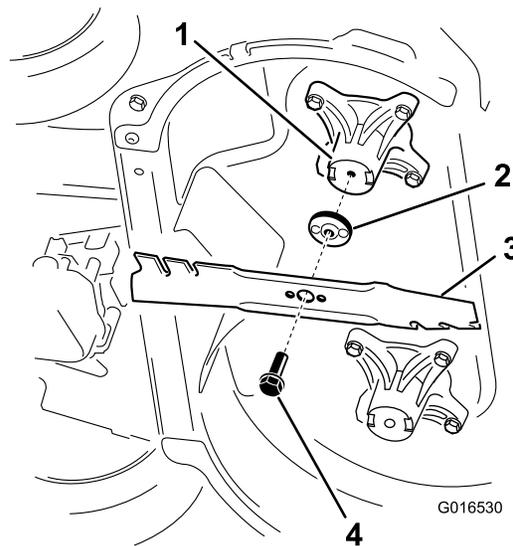

Рисунок 37
2. Снимите каждый нож, как показано на Рисунок 37.
1. Установите первый нож так, чтобы он находился в горизонтальном положении, вместе со всеми крепежными деталями, как показано на Рисунок 37.